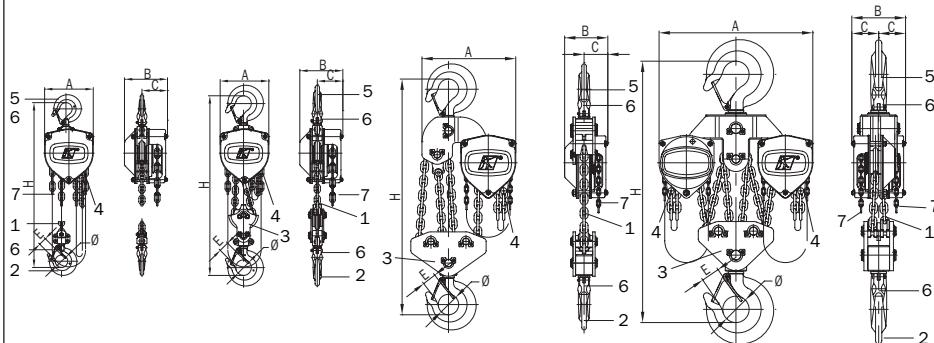

fig. 1
De tralift™-takel is geleverd, uitgerust met een hijsketting (merkt. 1, fig. 1) en een bedrijfketting (merkt. 7, fig. 1) compatibel voor een standaard hijshoogte van 3 m.
De hijsketting bestaat uit één of meerdere strengen (zie § 2 technische specificaties) met aan het uiteinde van de last een hijshaak (merkt. 2, fig. 1) en aan het andere uiteinde (het slappe uiteinde) is de hijsketting bevestigd op een lage eindaanslag (merkt. 4, fig. 1) die zelf op het toestel bevestigd is.
3. Controleer de goede staat van de haken (merkt. 2, fig. 1) en van de veiligheidsspallen (merkt. 6, fig. 1).
4. Controleer of het uiteinde van de hijsketting aan de slappe kant bevestigd is op de lage eindaanslag van het toestel (merkt. 4, fig. 1).